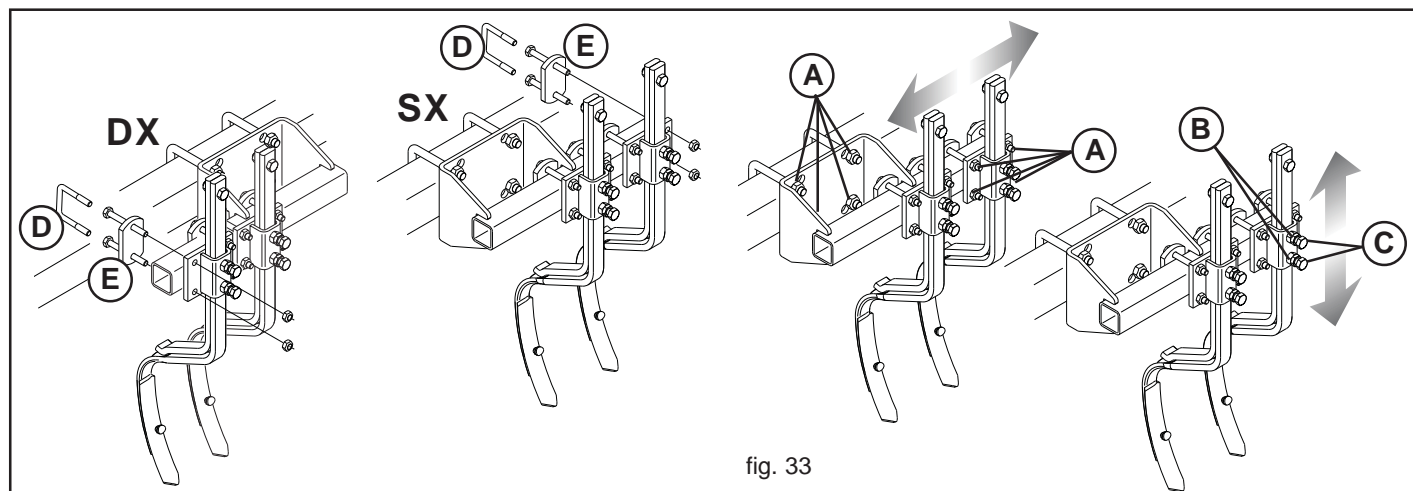

fig. 33
Las azadillas se tienen que colocar sobre la misma línea de los neumáticos del tractor. Para regular la posición de la púa romperastro, destornille los tornillos (A, fig. 33), coloque la púa y bloquee las tuercas. Para regular la profundidad de la púa, destornille la contratuerca (B, fig. 33) y el tornillo (C, fig. 33), una vez efectuada la regulación bloquee los tornillos y la contratuerca.
**NOTA para el montaje (D y E, Fig. 33):**